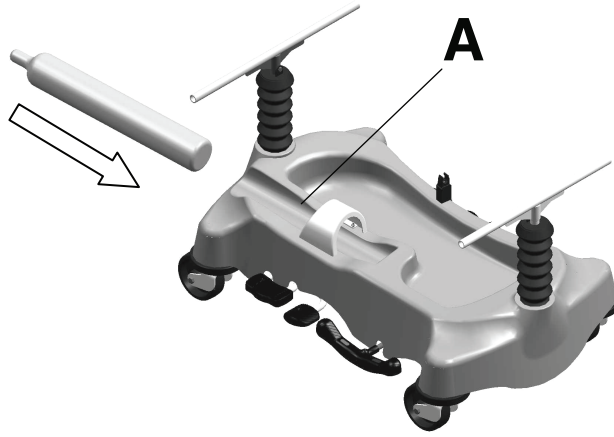

图 10 – 氧气瓶固定锁止箍
要固定氧气瓶，将氧气瓶滑入底罩架框 (A)，先滑入底部 (图 10)。